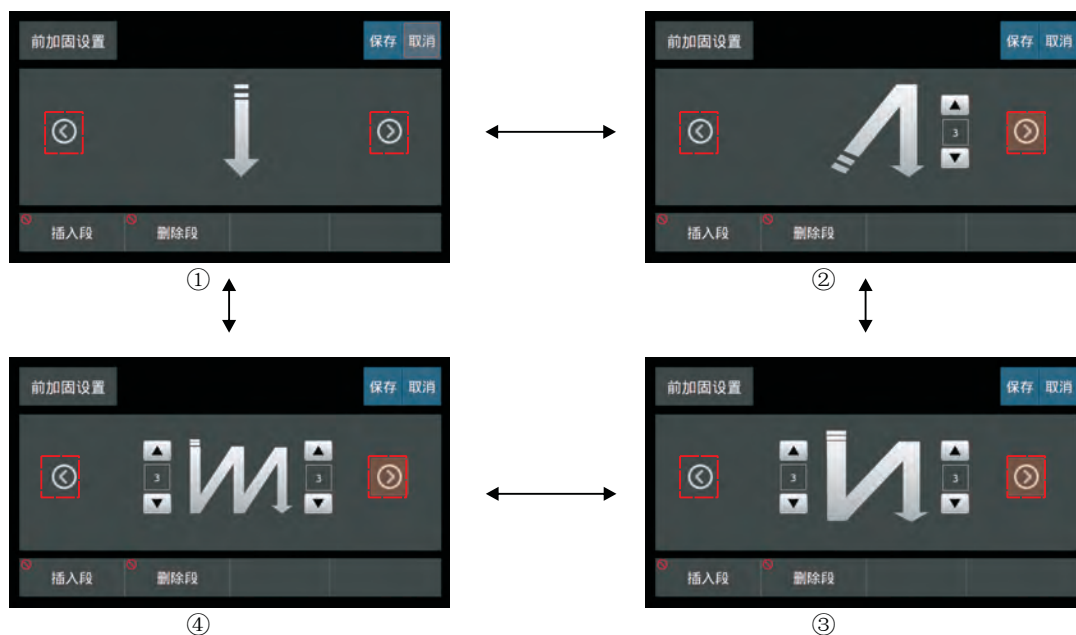

图2-4 前回针模式切换
轻触设置界面下的⏮⏭图案，前加固样式如图2-4循环切换。其中，图①花样为无加固、图②花样为单段加固、图③花样为两段加固、图④花样为四段加固。选定加固图案上的数字，再单击或长按右侧▲▼图标，修改加固线迹的针数。